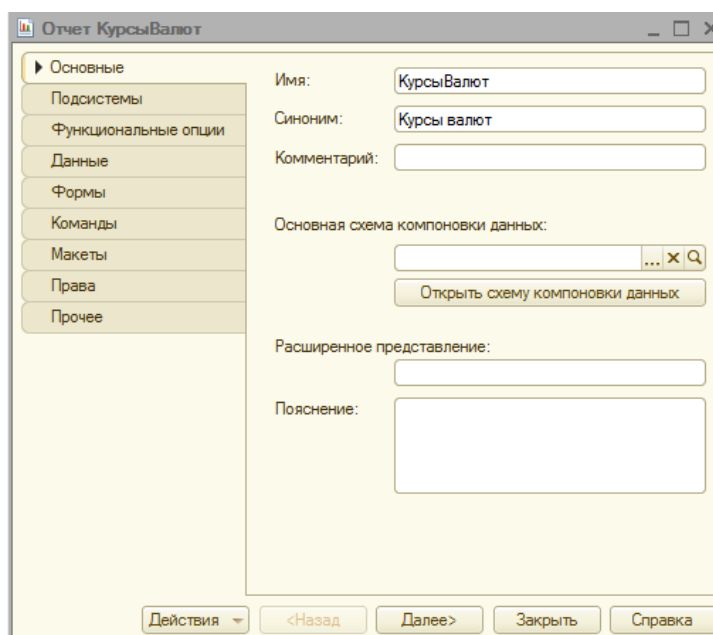

Рисунок 18.4 – Создание отчета КурсыВалют
9. По регистру сведений можно создать отчет через СКД. Для этого добавим новый объект отчетов «КурсыВалют»: Включим объект в подсистему «Справочники» (рисунок 18.4):